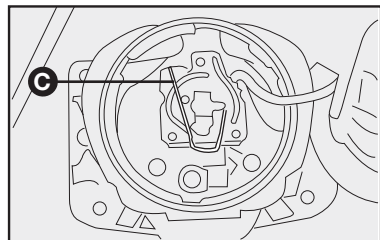

fig. 43
3) Saque el conector y enseguida el portalámpara, presionando el seguro **C-fig. 43** hacia delante abriendo lateralmente hacia la derecha;